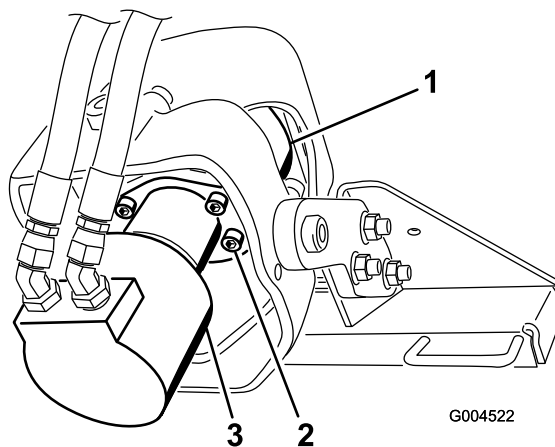

Figura 11
1. Supportate la testata motrice su una bacinella per l'olio (Figura 11).